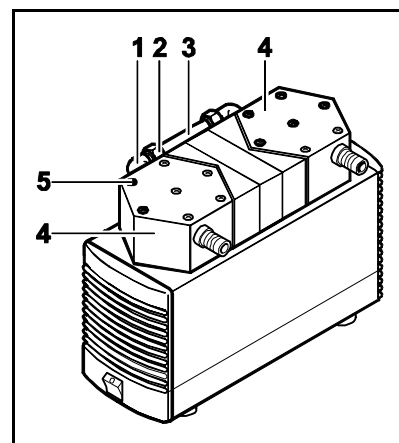

Fig. 4: Démonter la tête de pompe
3. Enlever les vis extérieures (fig. 4/5) des têtes de pompe.